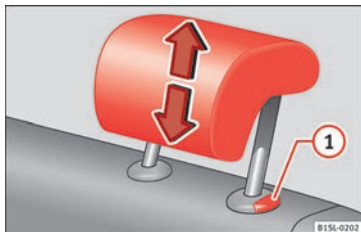

Fig. 54 Desmontar el apoyacabezas trasero.
- Extraiga el apoyacabezas por completo manteniendo pulsada la tecla » fig. 54 .